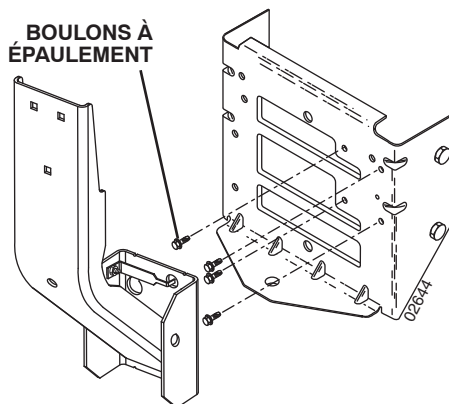

Fig. 1B
REMARQUE: Si votre tracteur a déjà quatre (4) boulons à épaulement installés sur la barre d'attelage arrière, accrochez simplement le support de montage sur les boulons. Débarrassez-vous des boulons à épaulement qui es inclus et ne suivez pas la Fig. 1B.
BOULONS À ÉPAULEMENT (Voir Fig. 1B)